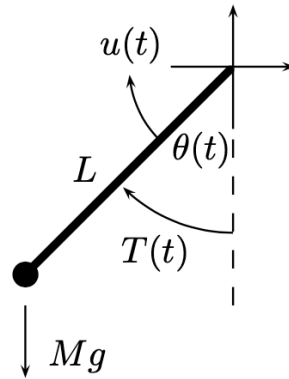

Figura 4: Eslabón de un brazo robótico.
8. Realizar un sistema de control difuso para el brazo robótico mostrado en la Figura 4 (un eslabón). De forma general el modelo de este sistema se encuentra descrito por la siguiente ecuación diferencial: